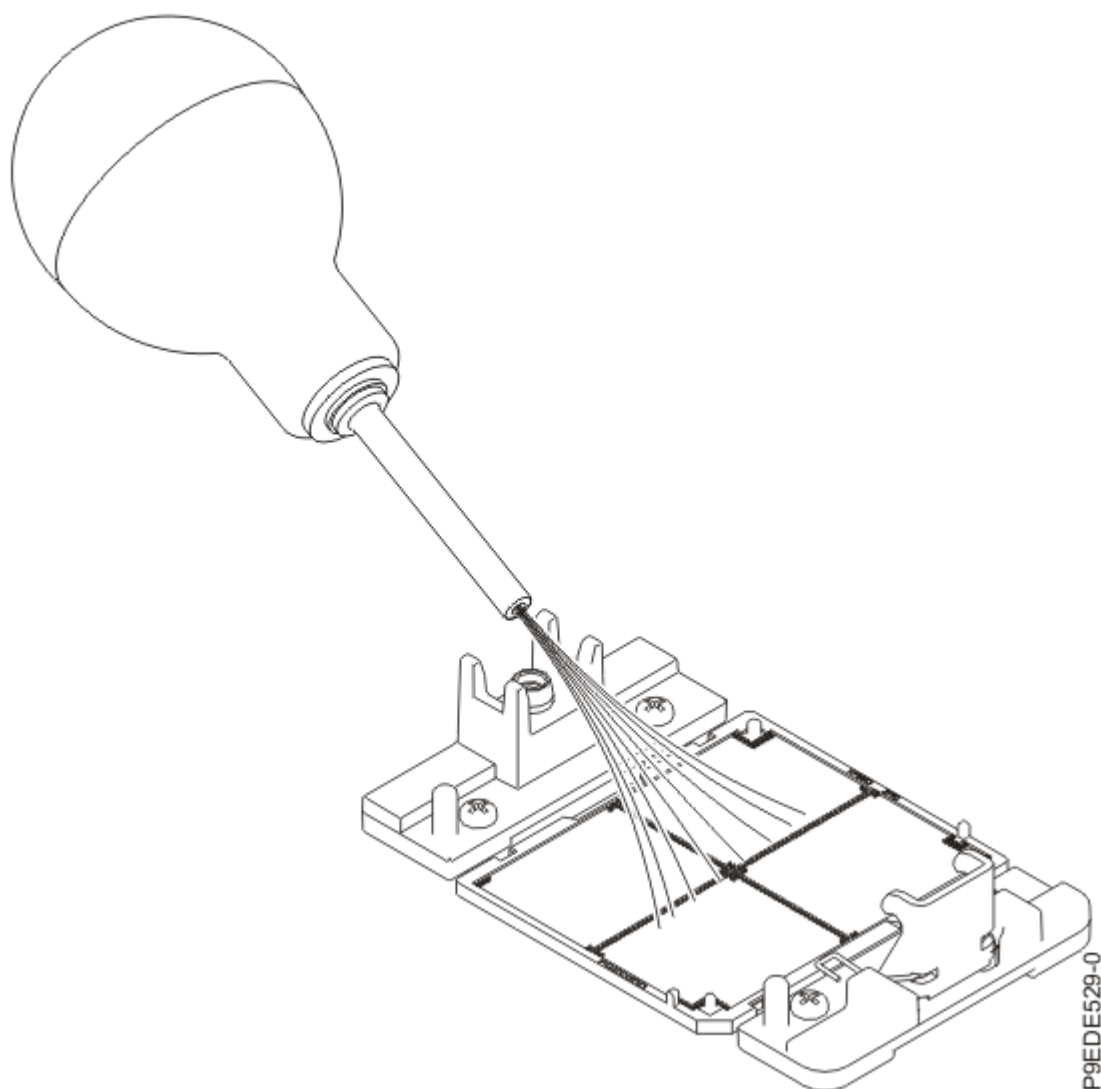

Figura 80. Eliminación de polvo y restos de suciedad del zócalo del procesador del sistema
- a) Si hay restos de polvo o suciedad en el zócalo del procesador del sistema, utilice la bomba de aire suministrada para limpiar el área del zócalo del procesador del sistema. Sople pequeñas ráfagas de aire desde el centro a los lados del zócalo, como se muestra en la Figura 80 en la página 99.